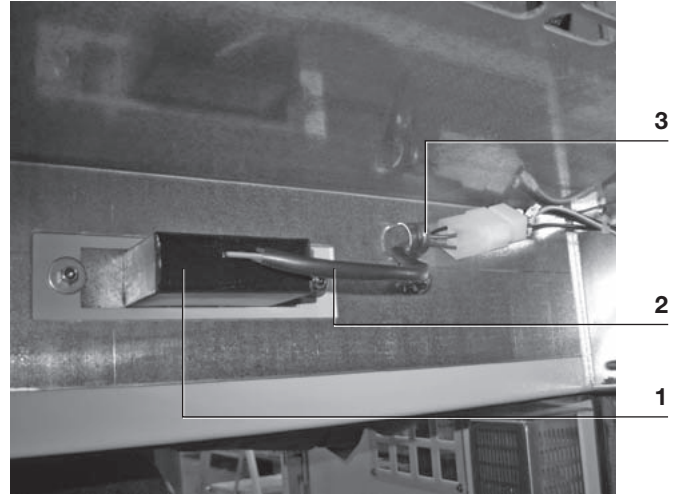

Fig.22b \_\_\_\_\_
- débrancher les câbles (2) (fig. 22b)
- démonter le clip (3)
- dévisser et démonter le dispositif de présence tension (1).
- disconnect the cables (2) (fig. 22b)
- dismantle the clip (3)
- unscrew and dismantle the voltage indicator device (1).